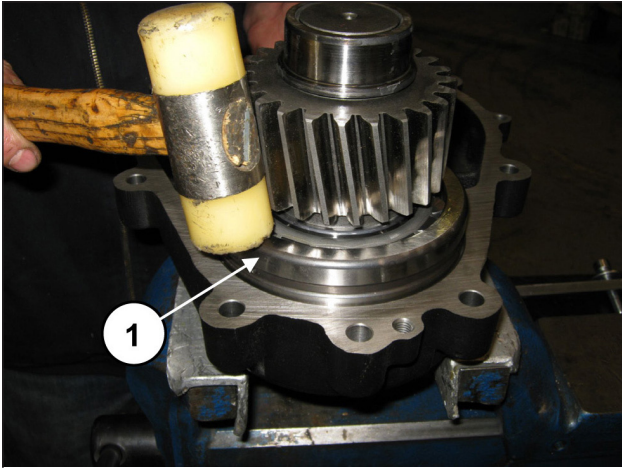

Fig. 85
Insérer le pignon prémonté dans son logement sur le couvercle du réducteur à l'aide d'un outil à inertie (rep. ①, Fig. 85).